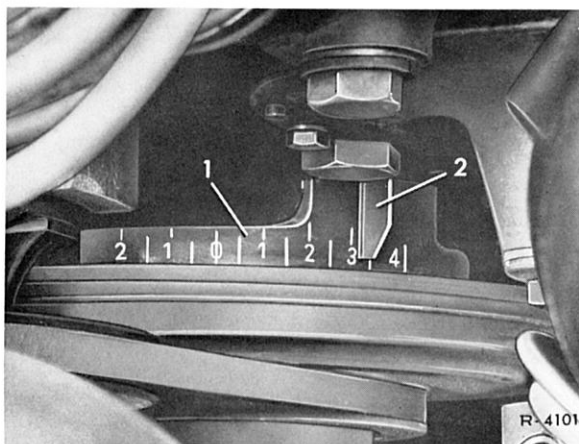

Bild 03-5/1
1. Von Serienbeginn bis zum Einsatz der Niveau-Regulierung (Juni 68) wurde beim Typ 230/8 das Gegengewicht (1) mit dem Einstellzeiger (2) (Bild 03-5/1) und bei den Typen 250/8 und 250 E/8 eine Auswuchtscheibe mit doppelter Skala (Bild 03-5/2) und dem Einstellzeiger (2) (Bild 03-5/1) eingebaut.